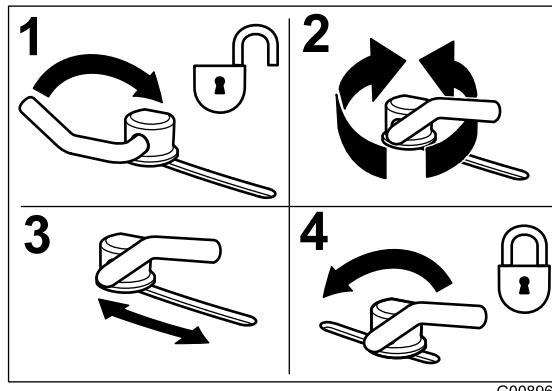

Figura 15
- Para ajustar los bloqueos de leva, levante la palanca para aflojar el bloqueo de leva (Figura 15).
- Devuelva la palanca a su posición original para apretar el deflector y los bloqueos de leva (Figura 15).